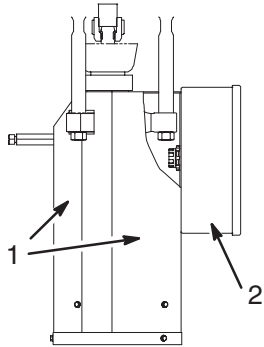
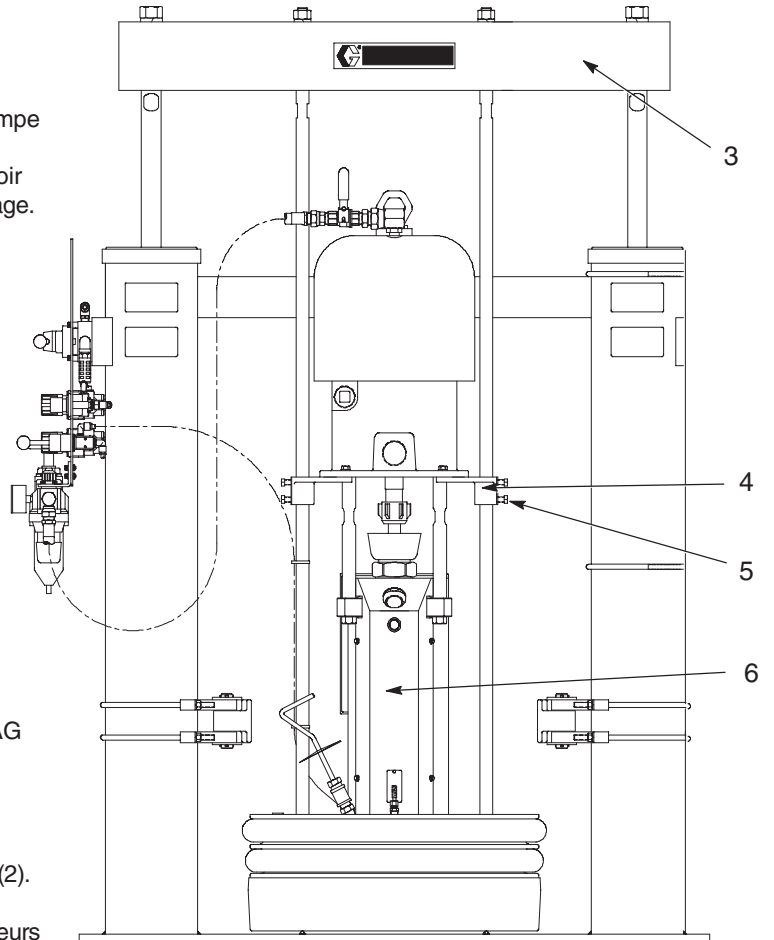

Fig. 6
Fig. 7
2. Fig. 6 et Fig.NO TAG pour 480/575 V CA, Fig. NO TAG pour 240 V CA. Débrancher la boîte de raccordement du module en:
- a. Retirant le couvercle de la boîte de raccordement (2).
3. Fig. 7. Desserrer les vis de fixation de la pompe (5), puis démonter les plaques de support de la pompe (4).
4. Fixer le moteur pneumatique sur le tirants de l'élévateur (3).
5. Laisser le moteur pneumatique fixé sur le tirant et séparer le module (6) du moteur pneumatique. Se reporter à la rubrique **Séparation du module 200 litres du moteur pneumatique**.